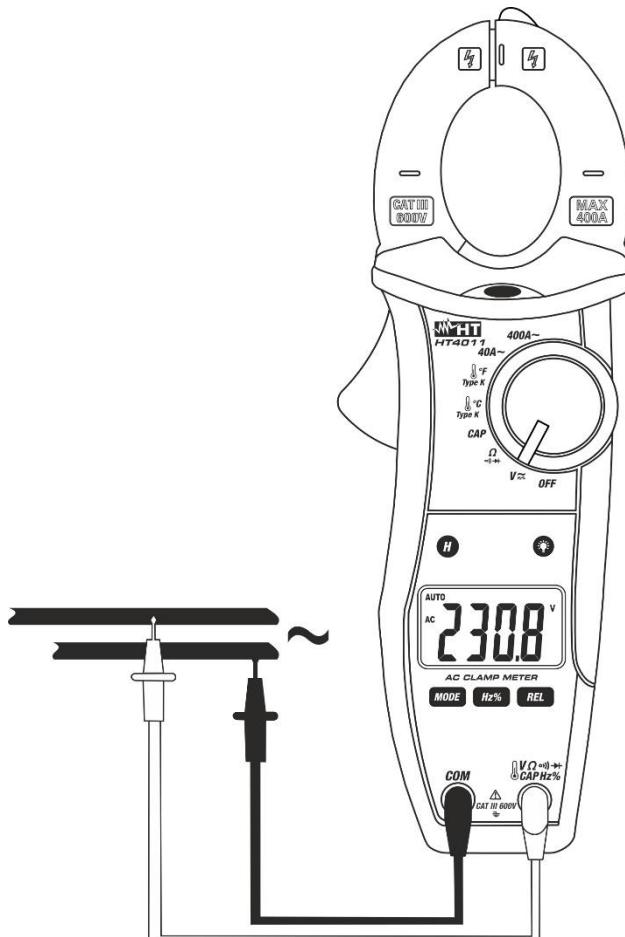

Fig. 4: Uso da pinça na medição de Tensões CA
5. Colocar as ponteiras nos pontos pretendidos do circuito em exame (Fig. 4). O valor da tensão é apresentado no display.